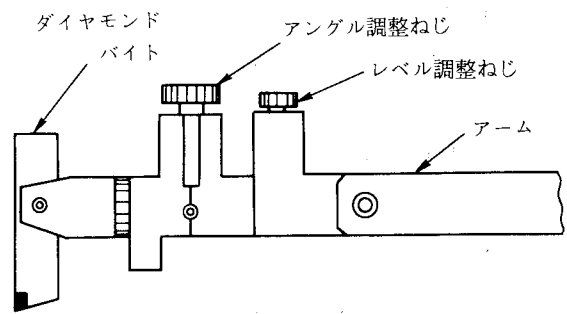

図2-3 保持具（タンク）
- (5) ダイヤモンドバイトを保持具（タンク）に確実に取り付ける（図2-3）。